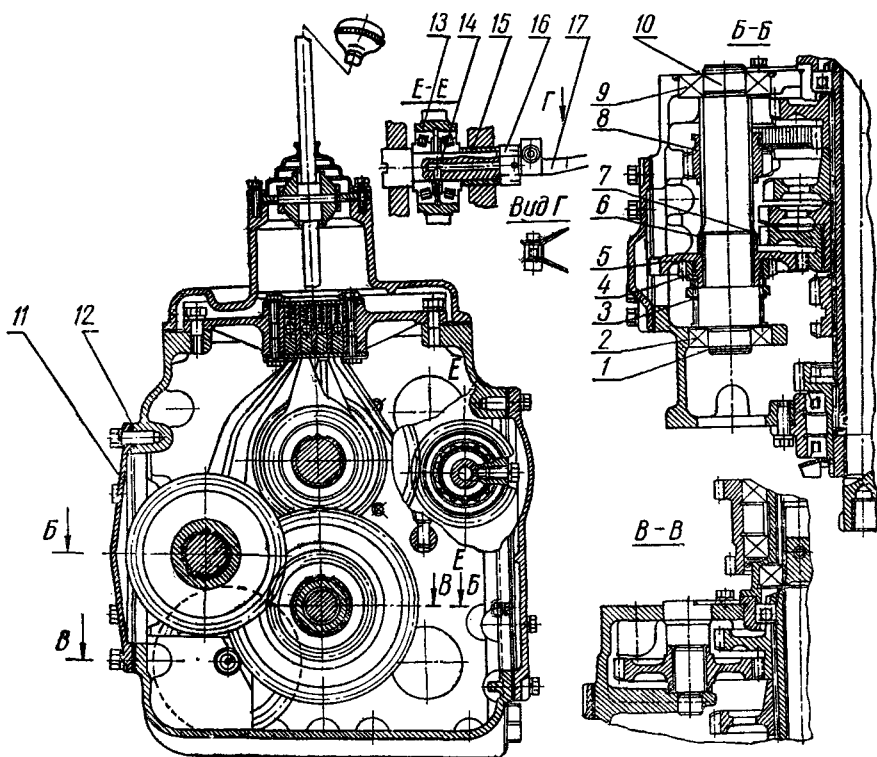
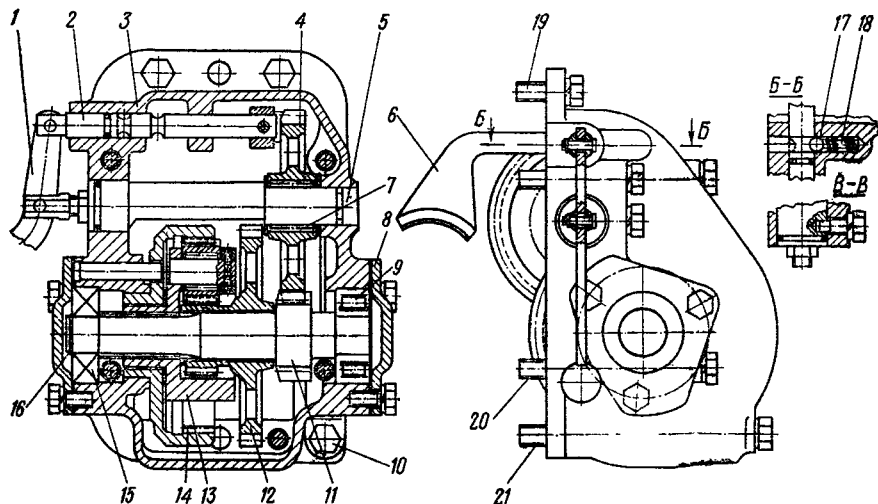

Рис. 39. Коробка передач (поперечный разрез):
Рис. 40. Ходоуменьшитель:
и другими машинами) предусмотрен механический ходоуменьшитель, устанавливаемый слева на коробку передач (рис. 40).
2. Снимите левую боковую крышку 11 и прокладку 12 (рис. 39).
4. Установите с помощью рычага 1 (рис. 40) ходоуменьшителя вилку 6 в крайнее переднее положение по ходу трактора.
5. Установите прокладку 12 (рис. 39) и ходоуменьшитель на коробку передач, обратив внимание на попадание вилки 6 (рис. 40) в паз шестерни 4 включения ходоуменьшителя и закрепите его соответствующими болтами.
При снятии ходоуменьшителя с трактора проделайте операции в обратном порядке, обратив особое внимание на необходимость установки пружинного кольца 3 (рис. 39) в первоначальное положение.